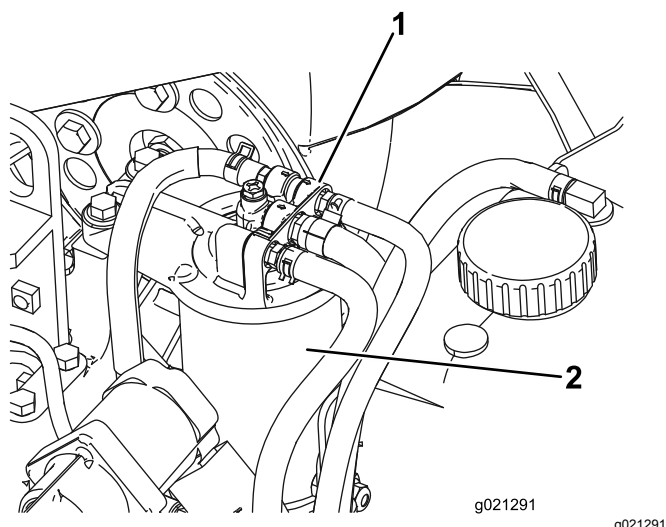

Рисунок 85
1. Очистите поверхность вокруг головки топливного фильтра (Рисунок 85).
2. Снимите фильтр и очистите монтажную поверхность головки фильтра (Рисунок 85).